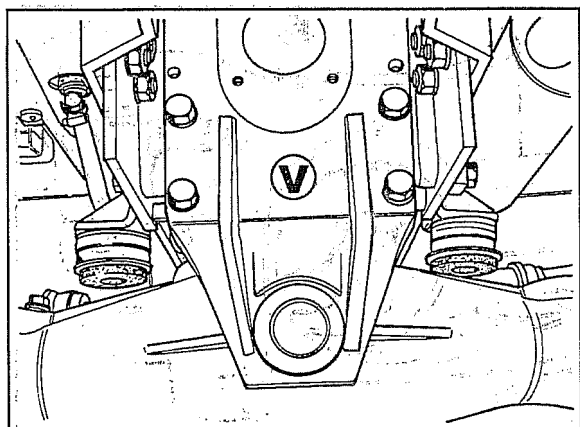

Fig. 77
11. Retirar o suporte anterior **V** fig. 77 e retirar pela frente o eixo para o separar da máquina.